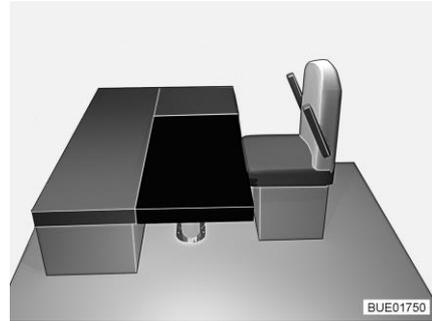

Fig. 161 Después de la transformación
- Colocar el cojín adicional cuadrangular en la mesa (delante de los cojines de asiento del banco, véase Fig. 161).